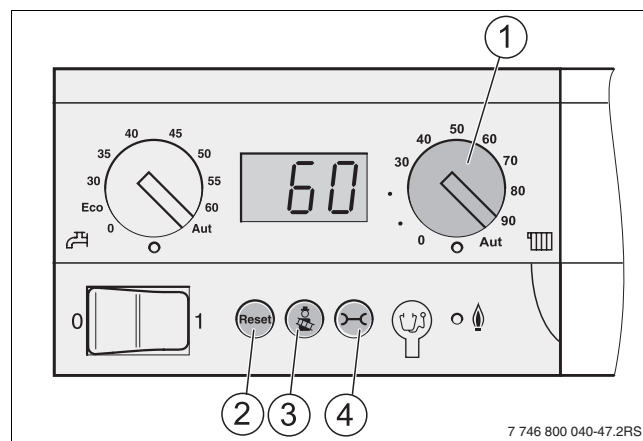

Bild 71 Grundkontrollens manöverpanel
- Använd vridknappen för maximal pannvattentemperatur (→ bild 71, [1]) och ställ in pannvattnets övre gränstempertur för värmedrift (→ tab. 12).
Inställningen på manöverpanelen kan inte göras via menyn utan måste ställas in med vridknappen för "maximal pannvattentemperatur" (→ bild 71, [1]).